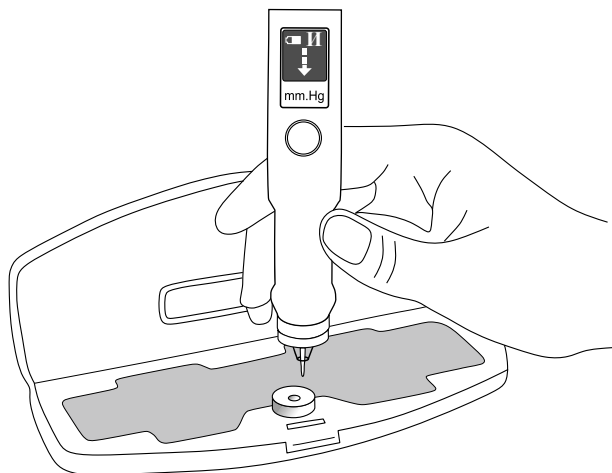

Рисунок 7
- Возьмите тонометр в руку и разместите открытый футляр с устройством контроля на столе (рис. 7).
- Расположите тонометр **вертикально** над устройством контроля. Основание ладони, руки, удерживающей тонометр, должно опираться на поверхность стола (рис. 7).